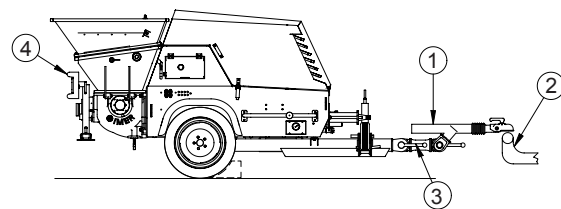

Fig. 6
Antes de remolcar la máquina, coloque correctamente el timón de modo que la conexión, con la máquina horizontal y el último elemento del timón horizontal (fig. 6, ref. 1), quede a la altura del gancho de remolque (fig. 6, ref. 2), apriete correctamente los diferentes elementos del timón (fig. 6, ref. 3), enganche el cable de seguridad, fije la barra de las luces (fig. 6, ref. 4), enganche el cable de los faros, compruebe que la tolva superior esté montada y bien fijada y que la rejilla y la tapa de descarga de dicha tolva estén cerradas (fig. 3, ref. 1), levante y bloquee las patas estabilizadoras, controle la presión de inflado de los neumáticos y el funcionamiento de los diferentes dispositivos luminosos y, por último, compruebe que, en general, todo esté bien y que no se hayan quedado componentes u objetos (bolsas de material, tubos, herramientas, etc.) sobre la máquina o en su interior.